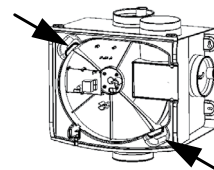
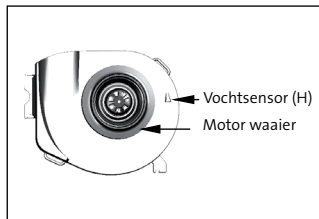
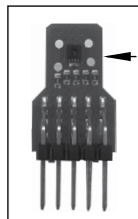

Fig. 11 Uitnemen motorplaat
Fig. 12 Motorplaat met motor en vochtsensor (H)
Fig. 13 Vochtsensor (H)
Nadat de voorkap verwijderd is kan de motorplaat worden uitgenomen door middel van de 2 handvatten (pijlen fig. 11) U kunt nu op eenvoudige wijze de motor en vochtsensor (type H) inspecteren en reinigen (fig. 12). Zorg ervoor dat al het vuil van de waaier verwijderd wordt.
De vochtsensor (H) (fig. 12 en fig. 13) kan worden gereinigd met een kwastje.